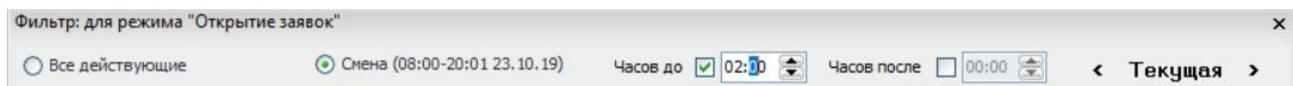

Рисунок 9.25 – Краткий фильтр для режима «Открытие / закрытие заявок»
- Выбор заявок на смену и / или всех действующих заявок – для режима «Открытие / закрытие заявок» (Рисунок 9.25).
При выборе критерия фильтра **«По сменам»** отображает перечень смен с возможностью выбора текущей, следующей, предыдущей смены, и параметров смещения времени, относительно текущей смены (Рисунок 9.25). По умолчанию флаги «Часов до» и «Часов после» не выставлены, смещение относительно смены 00 часов, 00 минут. Допустимо задавать смещение не более 23 ч. 59 мин.